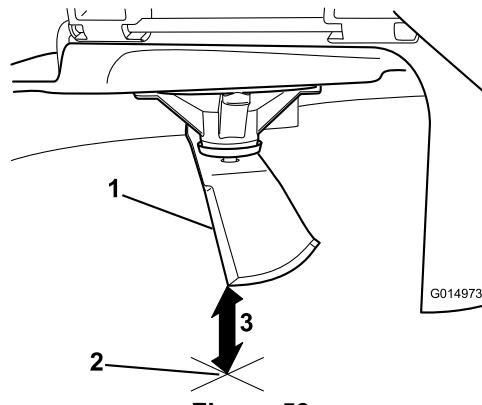

Figura 53
- Meça da ponta da lâmina até à superfície plana (Figura 53).